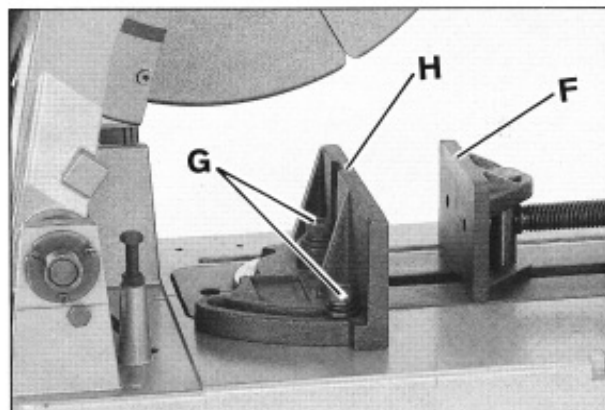

Abb.10
1. Desserrer les 2 vis (G), Fig.10, et tourner le mors arrière (H) dans la position angulaire souhaitée. Resserrer ensuite les deux vis (G). Le mors avant (F) pivote dans la position prévue et s'alignera automatiquement avec la pièce.